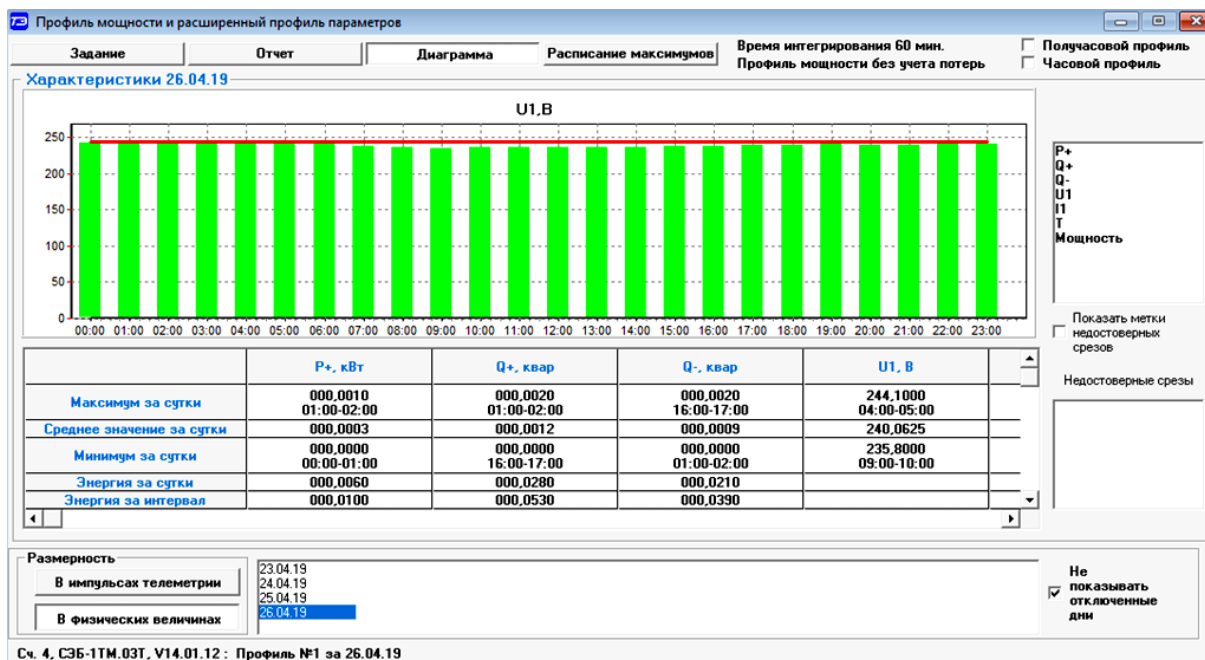

Рисунок 21 – Профиль напряжения
15.9 Чтение данных расширенного массива профиля производится посредством формы «Профиль мощности и расширенный профиль параметров»\«Чтение» из меню «Параметры», аналогично базовым массивам, как описано в п.п. 14.4 - 14.7. Вид прочитанного профиля напряжения приведен на рисунке 21. Поскольку профиль № 2 семи канальный, то на поле формы рисунок 21 активны семь кнопок выбора профилируемых параметров (P+, Q+, Q-, U, F, I, T). Нажатие на любую из них приводит к отображению в информационном окне формы профиля соответствующего параметра.